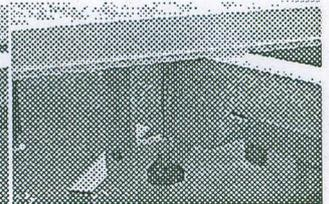

Bild 4.27
- Die Klemmung auf dem doppelten Rahmen erfolgt wie auf Bild 4.27 sichtbar.